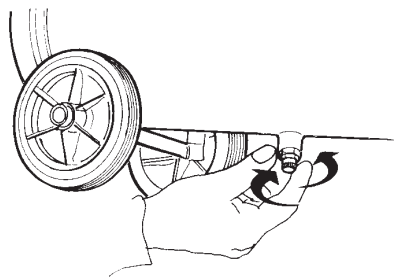

fig. 4
- veiller à ce que le robinet de déchargement de la condensation (fig. 4) situé au-dessous du réservoir soit fermé;
- Ôter le bouchon de déchargement de la condensation lorsque le réservoir est sous pression (*figure 4*).
Avant d'effectuer tout type d'intervention sur le compresseur, débranchez la fiche de la prise de courant et déchargez la pression du réservoir moyennant le robinet de déchargement de la condensation (*figure 4*); dévisser avec attention pour faire sortir l'air lentement, des résidus métalliques pouvant être présents à l'intérieur du réservoir. L'entretien approprié et régulier de votre compresseur est la condition de base pour son fonctionnement correct ainsi que la garantie d'une longue durée.
Déchargement de la condensation (*figure 4*)